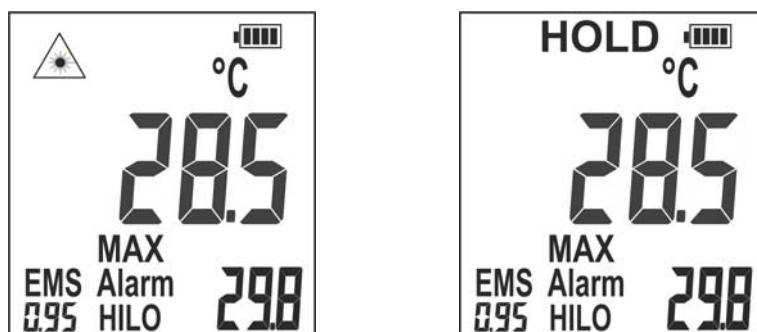

Fig. 18: Visualización resultado de medida
7. Suelte el Gatillo **T** para detener la medida y bloquear la visualización en el último valor leído. El símbolo "" desaparece y la indicación "HOLD" se muestra en pantalla (vea la Fig. 18)